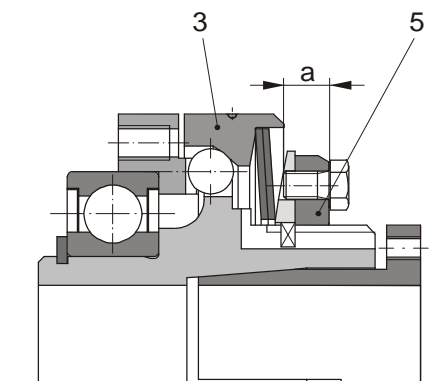

Bild 7
- b) Lösen der Sechskantschraube (10) in der Einstellmutter (5).
c) Einstellmutter (5) anhand der eingepprägten Einstellskala (Bild 7) im oder gegen den Uhrzeigersinn mit Hilfe eines Stirnlochschlüssels verdrehen, bis das gewünschte Drehmoment eingestellt ist.
Nach Demontage der Kupplung (z. B. durch Tellerfeder- bzw. Tellerfederschichtungswechsel) muss die Kupplung über das Maß "a" (siehe Tabelle 2 und Bild 7) neu voreingestellt und kalibriert werden.